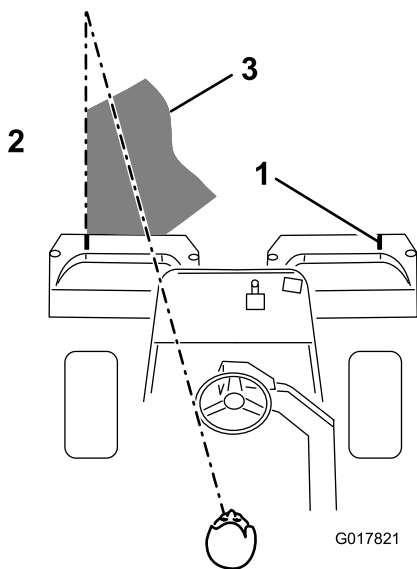

図 38
4. 行きと帰りでのオーバーラップができるだけ小さくなるように運転します。グリーン内をぶれずにきれいに直進し、刈り込みの済んだ列との距離を一定に保って走るためには、車体前方 1.8 から 3 m のところに視線を置いて、刈り込み済みの済んでいる列にラインを合わせるようにするのがコツです図 38。ハンドルを目印にして距離を合わせても良いでしょう。その場合、ハンドルの縁と本機前方の目標ラインとを重ねて見ながら運転します(図 38)。